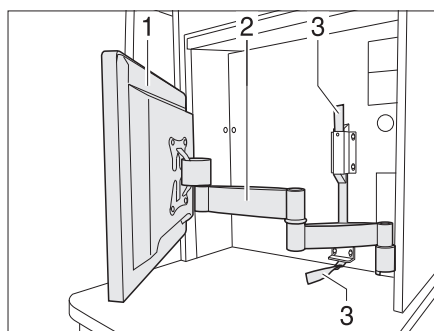

Fig. 59 Pantalla plana con brazo articulado
- Tirar de la cinta textil (Fig. 59,3) para desbloquear el brazo articulado (Fig. 59,2).
- Girar la pantalla plana (Fig. 59,1) a la posición deseada.